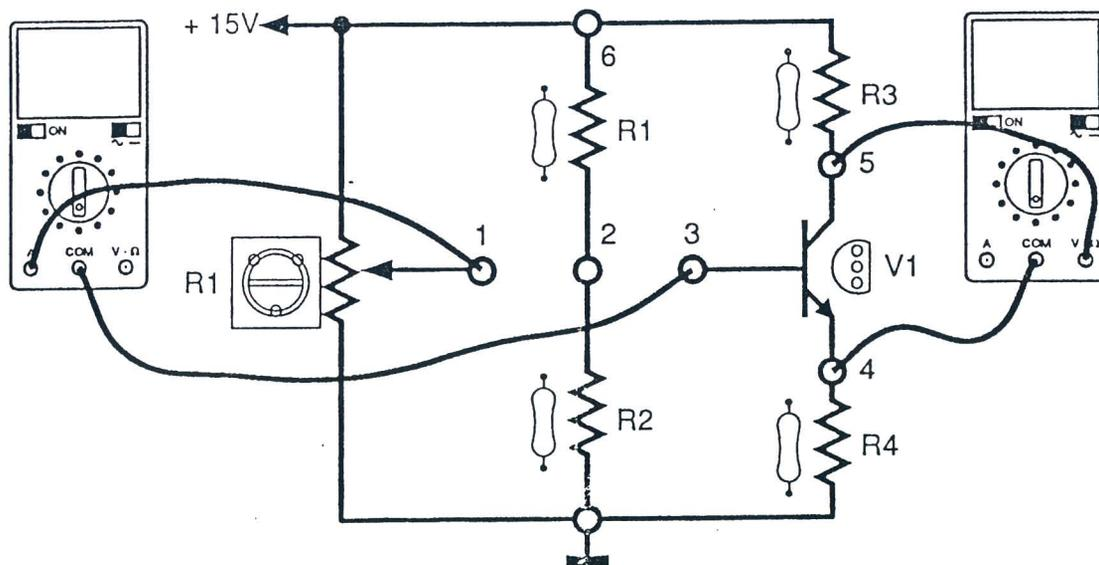

Fig. 6.2b
19. Conectar los multímetros como se muestra en la Fig. 6.2b;